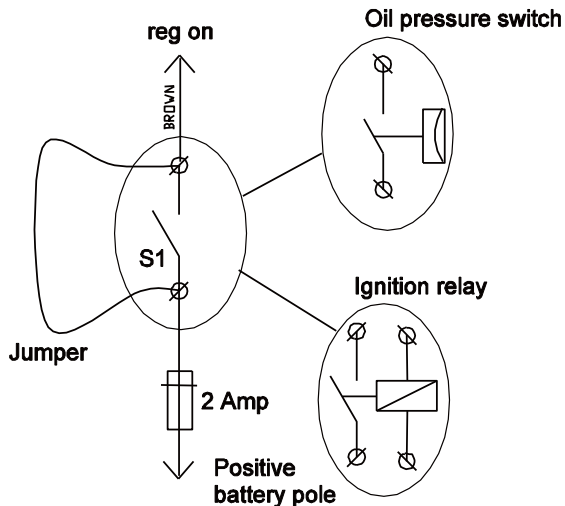

Figura 17: Jumper sull'interruttore S1
- 2 Alimentare il terminale [Reg on] attivando l'interruttore di accensione (NON AVVIARE IL MOTORE) o collocando un jumper sull'interruttore S1 (vedere la Figura 17). Controllare se i 3 LED gialli iniziano a lampeggiare. Dopo circa 10 secondi si accende il LED giallo bulk.